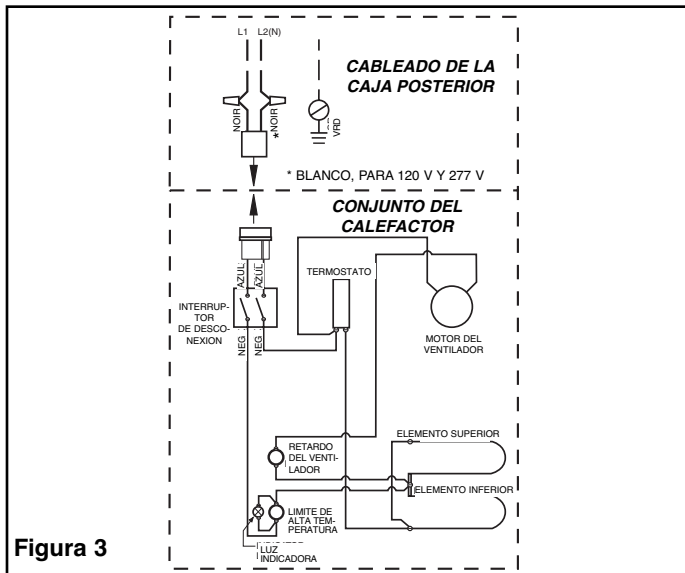

Figura 3
1. Siguiendo el diagrama de conexionado (Figura 3), conecte el cableado de alimentación eléctrica a los conductores del calefactor ubicados en la caja posterior.
5. Acomode el conjunto calefactor / ventilador en la caja posterior, y asegúrelo en su lugar por medio de los dos (2) tornillos provistos, a través de las ranuras centrales del conjunto del ventilador.